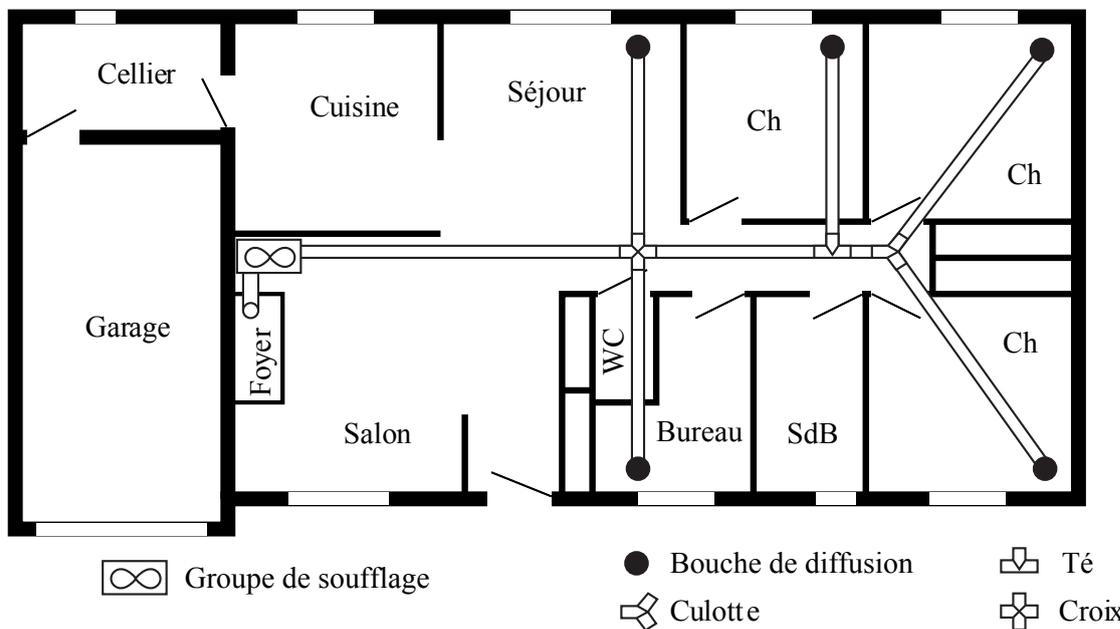

Figure 1
- Les bouches doivent être exclusivement installées dans les pièces principales (salon, salle à manger, chambres, salle de jeu, bureau, voir figure 1).